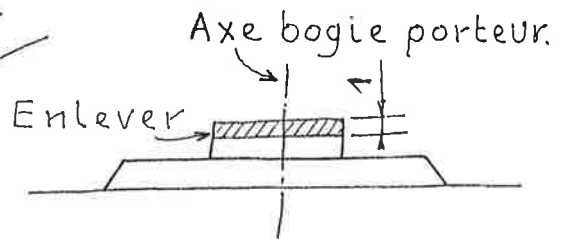

Fig.:6.
- Sur le châssis, enlever 1 mm (fig. 6).